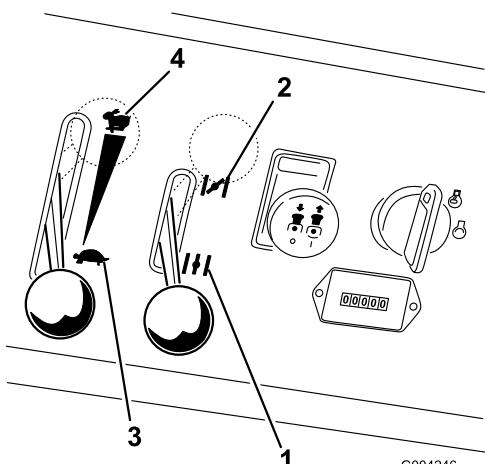

Bild 11
4. Stellen Sie beim Anlassen eines kalten Motors den Chokehebel auf **ein**, (Bild 11).
5. Stellen Sie beim Anlassen eines kalten Motors den Chokehebel auf **schnell**, (Bild 11).
7. Stellen Sie nach dem Anspringen des Motors den Chokehebel in die Aus-Stellung (Bild 11). Wenn der Motor aussetzt oder unregelmäßig läuft, stellen Sie den Chokehebel für ein paar Sekunden wieder auf die Ein-Stellung und dann auf die gewünschte Stellung. Wiederholen Sie diesen Vorgang nach Bedarf.
2. Bewegen Sie den Gasbedienungshebel in die Mittelstellung zwischen Langsam und Schnell (Bild 11).